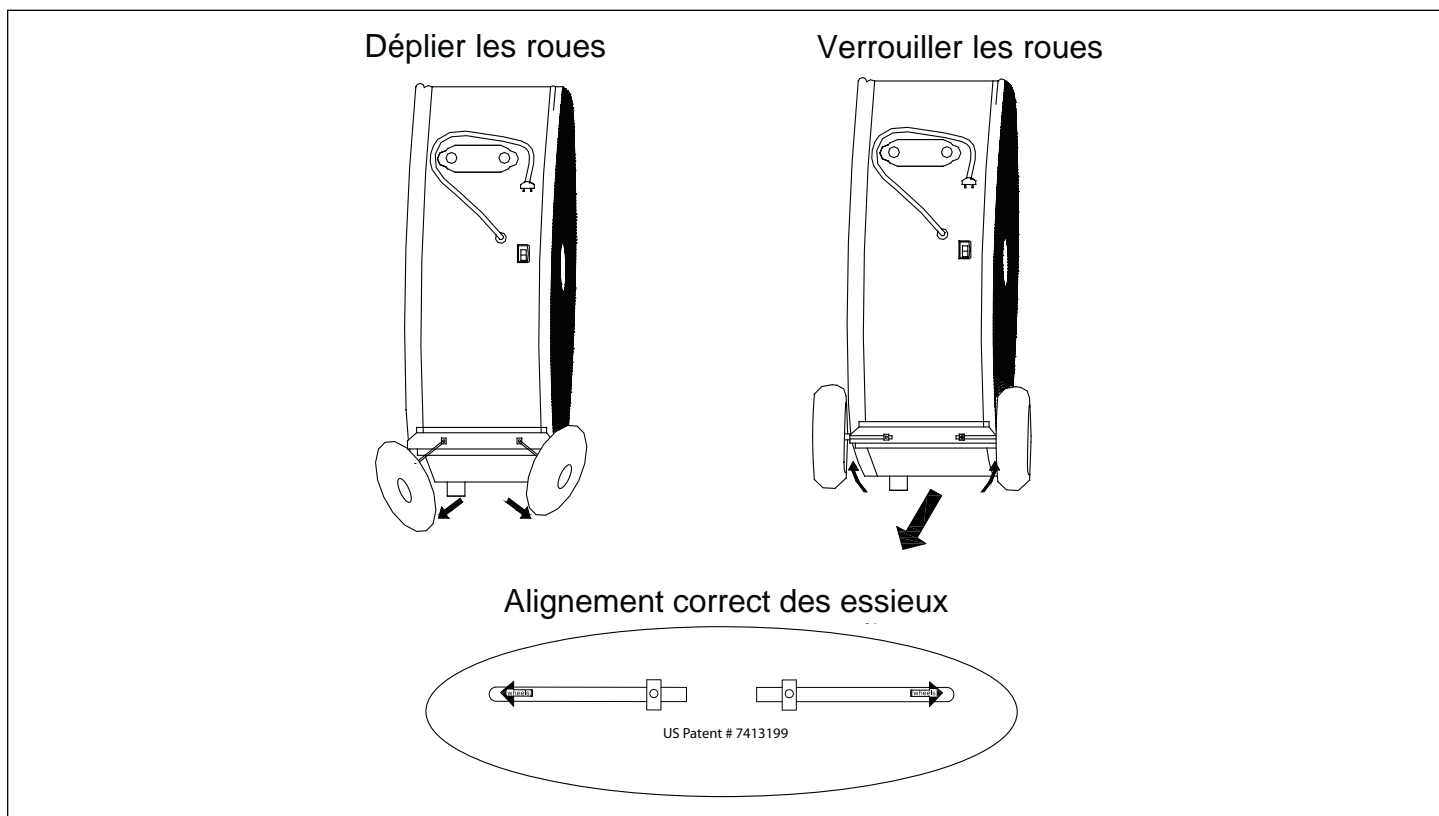

figure 1: Montage des roues
**REMARQUE :** Ce ventilateur utilise une conception roues pliantes. Pour un montage rapide, il suffit de déplier les roues et de les enclencher pour les verrouiller en place (voir figure 1).